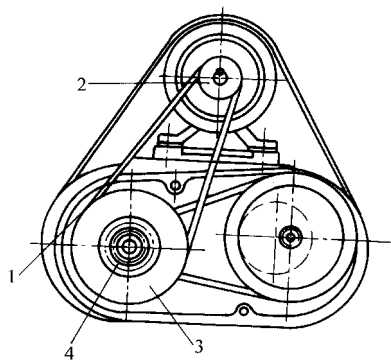
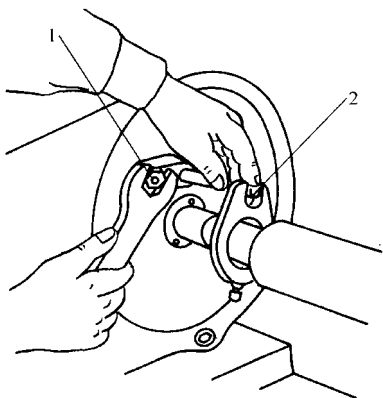

图 2-3 调整转速与锁紧主轴
图 2-4 调整拨盘
(2) 调整转速 如图 2-3 所示，拆卸罩壳后，更换传动带 1 在三级塔形带轮 2、3 中的位置，即可获得三级转速。
(3) 锁紧主轴 用两顶尖装夹工件时，主轴必须固定不动，为此可拧紧螺钉 4 (见图 2-3)。
(4) 顶尖的装拆 安装时，应擦净主轴锥孔和顶尖表面，然后用力将顶尖推入主轴锥孔中即可。拆卸时，一手握住顶尖，一手将铁棒插入主轴后端孔中，用力冲击顶尖尾部即可卸下。
(5) 调整拨盘 如图 2-4 所示，放松螺钉 1，即可调整拨杆 2 的圆周位置，调整完毕应锁紧螺钉 1。